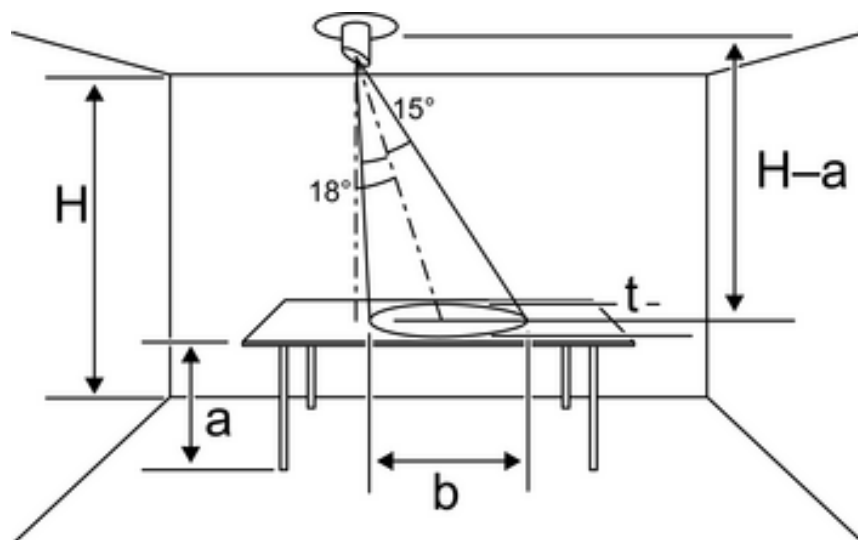

Bild 4: Ljusledarstav med snett ljusinfall
- Om det inte går att montera ljusstyrkereglaget direkt ovanför arbetsytan ska det monteras i sidoläge (bild 4). Den registrerande ljuskäglan ligger då vid sidan av den yta som mäts.
Reglaget sitter i sidoläge över arbetsytan (bild 4).
- Sätt in en ljusledarstav med snett ljusinfall (7) ca 10 mm i sensoröppningen (8).
- Ljusledarstaven (7) ska riktas på så vis att dess längre sida är vänd mot den arbetsyta som ska mätas (bild 4).